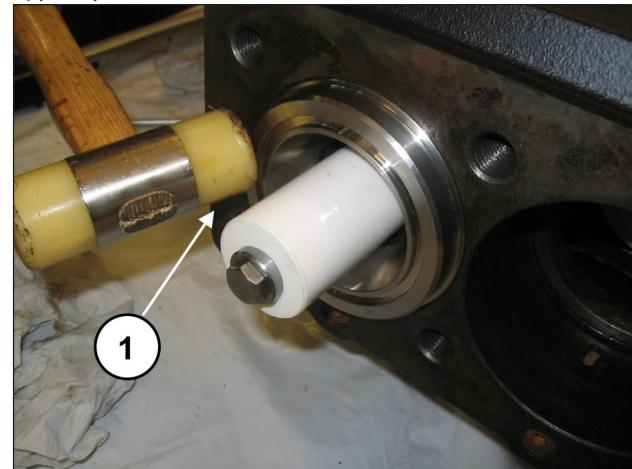
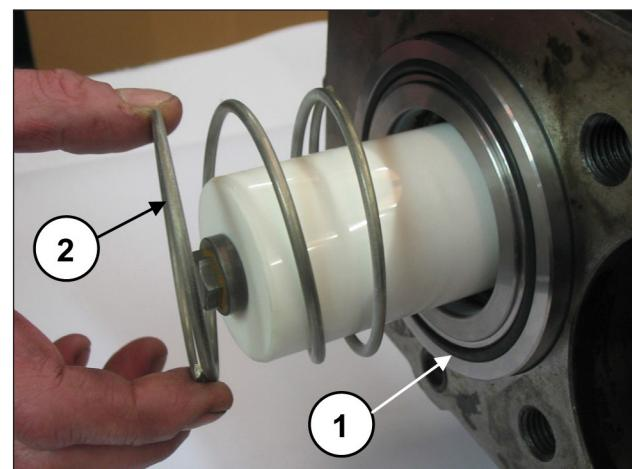

Рис. 186
Рис. 187
Убедитесь, что узел рубашки-опоры уплотнений полностью сел в гнездо (поз. ①, Рис. 186); после этого установите переднее уплотнительное кольцо рубашки и пружину (поз. ②, Рис. 187). становите